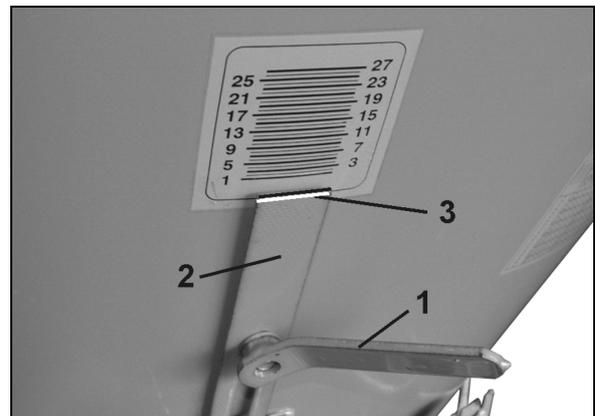

Fig. 23
1. Aflojar la palanca de ajuste (Fig. 23/1).
2. Posicionar el tope de la corredera (Fig. 23/2) de manera que filo de lectura (Fig. 23/3) coincida con el valor requerido de la escala.